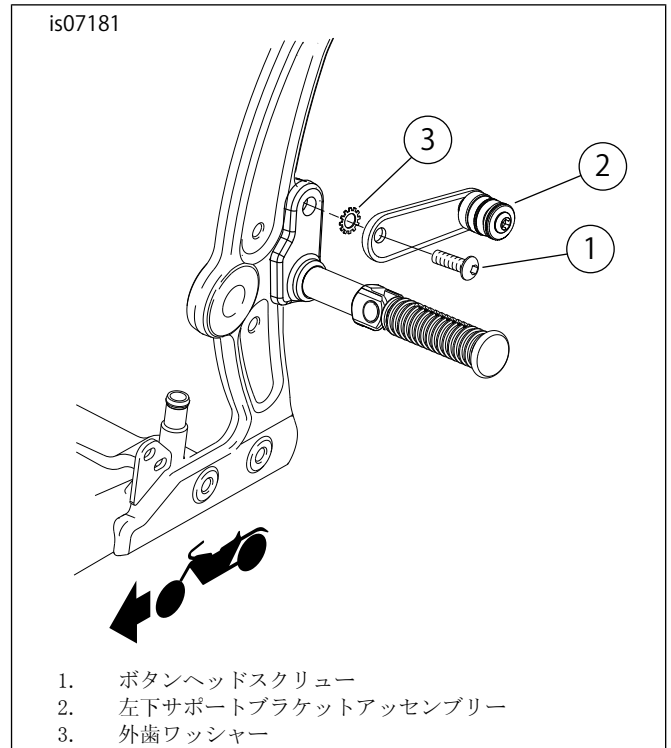

図7. 左下サポートブラケットアセンブリー
5. 「図7」を参照してください。ボタンヘッドスクリューとロックワッシャーで、左ロアサポートブラケットをフレームに取り付けます。スクリューを16.3-24.4 N・m (12-18 ft-lbs)のトルク値で締め付けます。